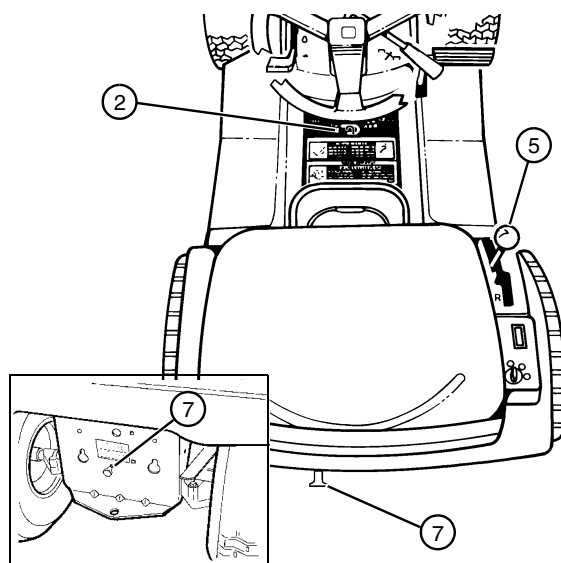

FIGURE 16
- Tirer la molette de roue libre (7) à l'arrière pour débloquer l'arbre de transmission (voir FIGURE 16).
- Desserrer le frein de stationnement (2) et placer le levier de changement de vitesse (5) sur la position point mort (N).